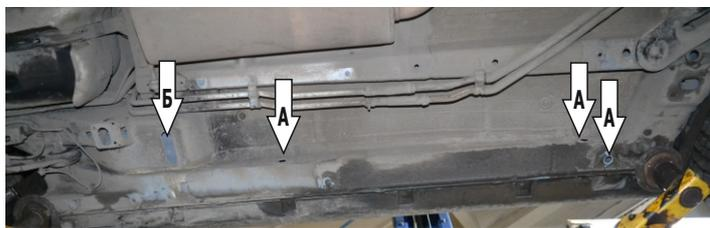

Рис. 1
2. Демонтировать резиновые заглушки и установить гайки закладные M8 (А) и M10 (Б) (Рис.1, 2).